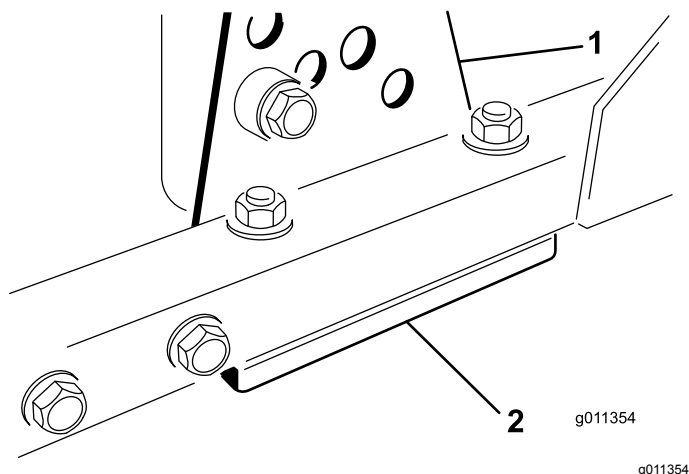

Figura 75
1. Retire o suporte da altura de corte, (frente, esquerda ou direita) da estrutura da plataforma (Figura 75).
2. Ajuste os calços de 1,5 mm e/ou de 0,7 mm entre a estrutura da plataforma e o suporte para obter a definição de altura pretendida (Figura 75).